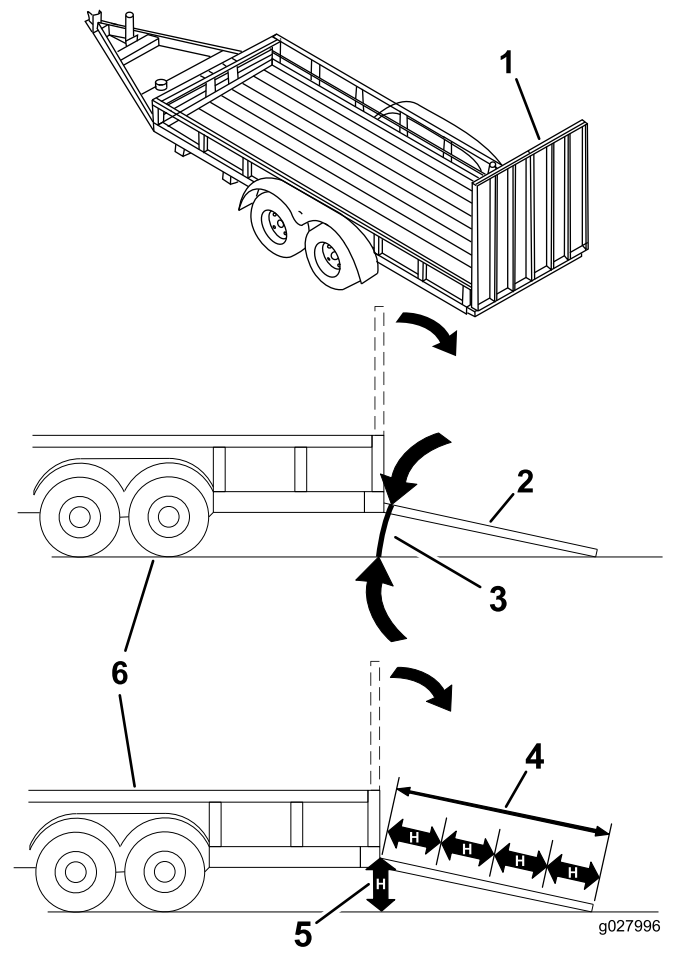

Figure 34
Le chargement de la machine sur une remorque ou un camion augmente le risque de basculement, et donc de blessures graves ou mortelles (**Figure 34**).
3. Abaissez la rampe pour que l'angle avec le sol ne dépasse pas 15 degrés (Figure 34).
1. Abaissez la rampe pour que l'angle avec le sol ne dépasse pas 15 degrés (Figure 34).